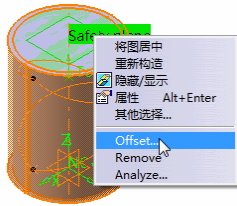
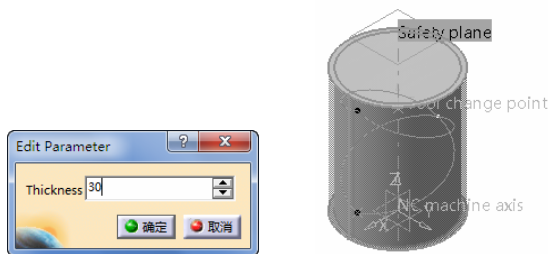

图 4-45 快捷菜单（2）
图 4-46 创建的安全平面 (2)
- 右键单击所创建的安全平面, 在弹出的快捷菜单（2）中选择“Offset”命令, 如图 4-45 所示。系统弹出“Edit Parameter”对话框, 在“Thickness”文本框中输入偏移值“30”, 单击“确定”按钮, 创建的安全平面（2）如图 4-46 所示。